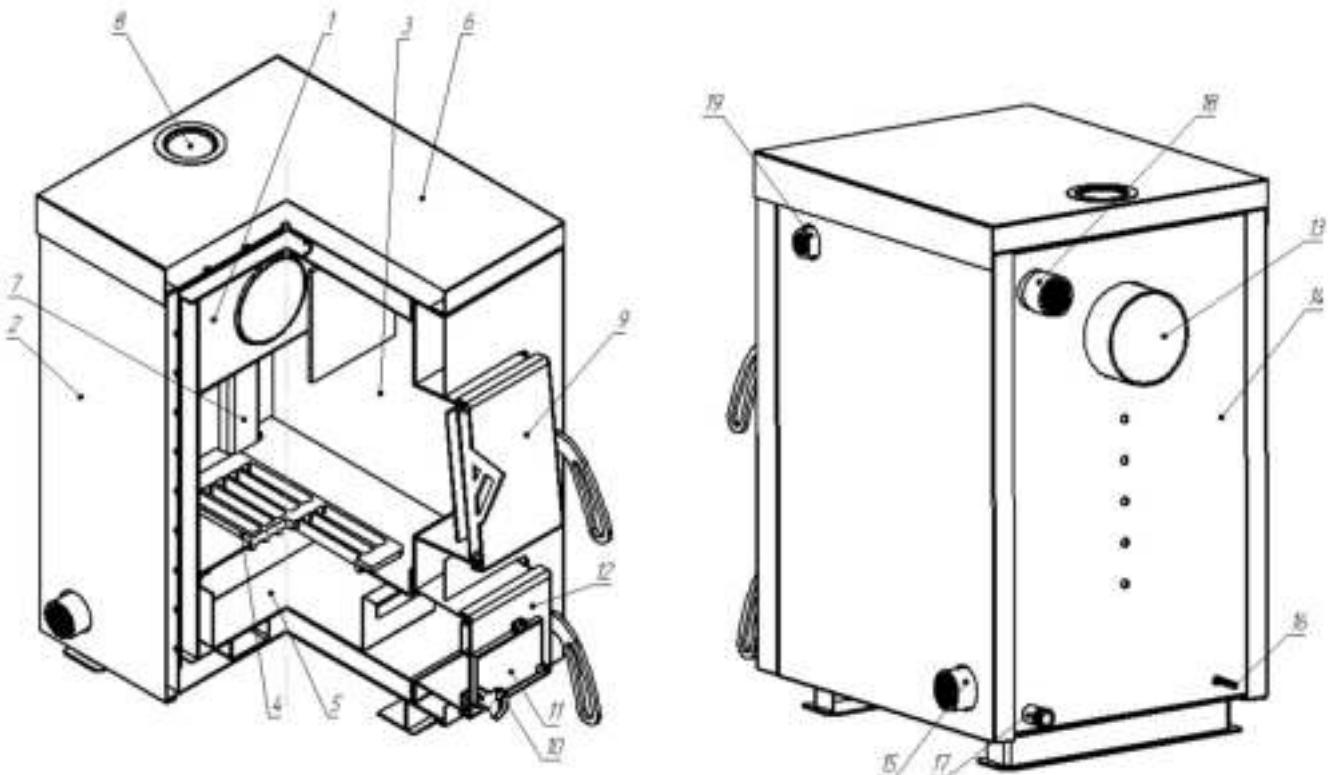

Рис. 1 Конструкция отопительного котла
4.6.4. Эксплуатировать котел при неполном заполнении системы отопления водой и с открытыми дверцами (поз.9,11) (см. рис.1).
5.1. Котел (рис.1) состоит из корпуса (поз. 14), топки (поз.3), теплообменника (поз. 1), дымохода (поз. 13).